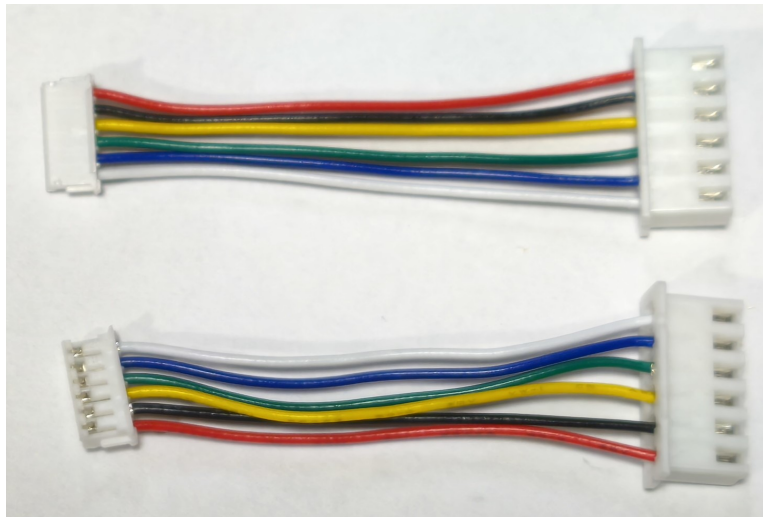

図5-7
6. パーツNo.26「6ピンコネクタ(オス)」に「5.」で圧着したコネクタを差し込んでいく。ピンの配列は表5-1を参考にして行うが、左右でピン配列が変わるので、細心の注意を払って差し込んでください。(図5-7)